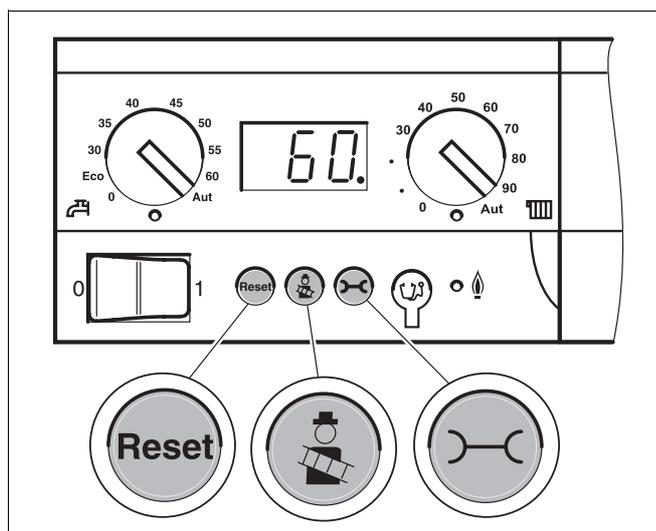

Fig. 47 Dispositivo di controllo base Logamatic BC10
- E' possibile regolare il numero di giri del ventilatore con il tasto "prova di combustione" (fig. 47, valori superiori) o il tasto "reset" (fig. 47, valori inferiori) quindi la pressione statica del ventilatore, gradualmente, tra -9 fino +9.